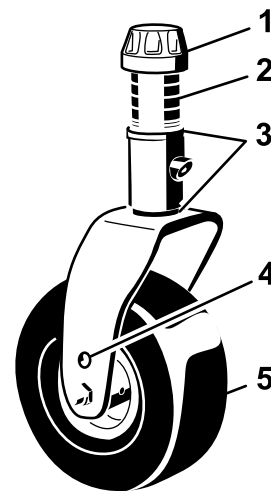

Figure 16
4. Enlevez le chapeau de tension de l'axe de pivot et sortez l'axe du bras de la roue pivotante (Figure 16).